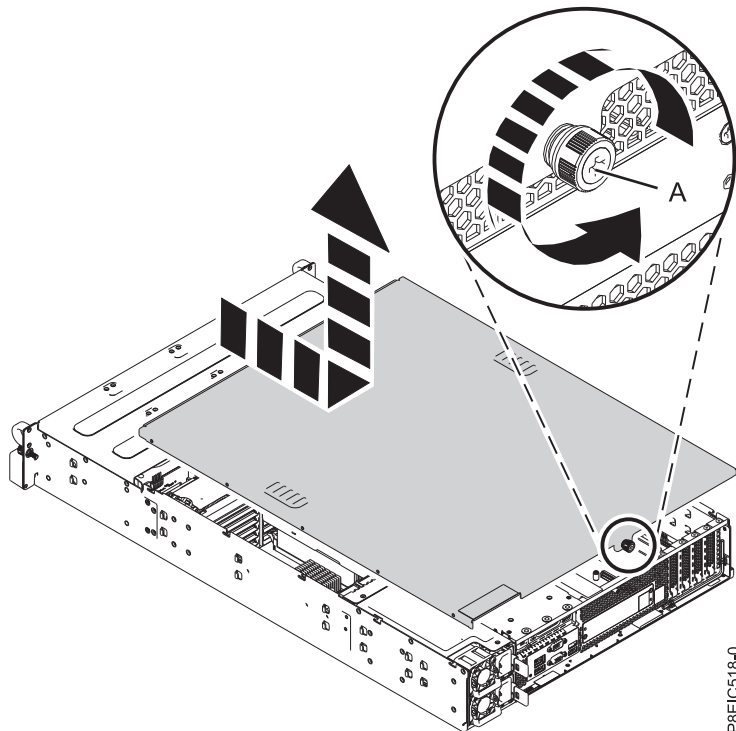

図 50. 保守カバーの取り外し
1. システムの背面で、カバーをシャーシに固定しているカバーねじ (A) を緩めます。 図 50を参照してください。